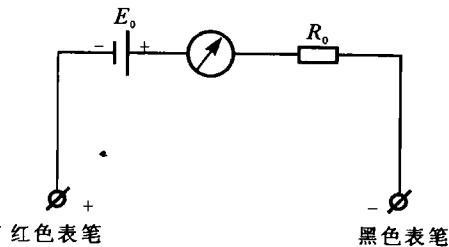

图 1-4 万用表电阻挡等值电路
1. 使用万用表测量晶体管时,主要利用电阻挡,此时表内的等效电路如图 1-4 所示。其中 R_0 为万用表的等效内阻, E_0 为万用表的电源电压。当万用表处于 $R \times 1$ 、 $R \times 10$ 、 $R \times 100$ 、 $R \times 1k$ 挡时,一般 $E_0 = 1.5V$ 。测量晶体二极管和晶体三极管时,正是利用万用表电阻挡的等效电路原理来进行的,应用挡次以 $R \times 100$ 或 $R \times 1k$ 为好,这时 R_0 较大流过的电流较小,可以避免损坏晶体管。不宜采用 $R \times 10k$ 挡,因为该挡万用表内电源电压较高,一般 $E_0 = 9 \sim 15V$,容易损坏管子;也不宜采用 $R \times 1$ 挡,因为在该挡可能会造成电流过大而损坏管子。